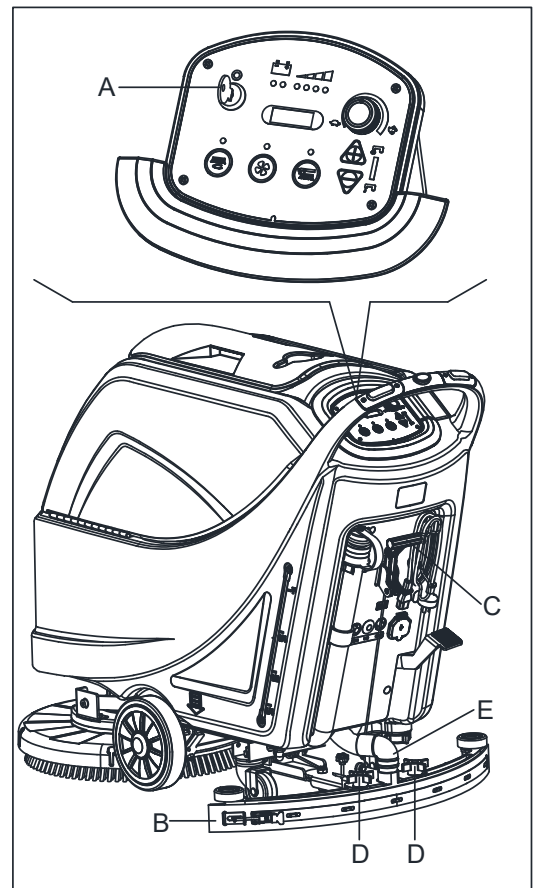

Figura 17
2. Ruotare la chiave di accensione (A, Figura 17) su "0".
3. Abbassare il tergipavimento (B) con la leva (C).
4. Allentare la manopola (D) e rimuovere il tergipavimento (B).
5. Disconnettere l'aspiratore (E) dal tergipavimento.